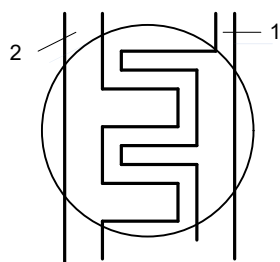

рис.3
- 1- система шин, нанесенная на основание клавиатуры (контактная площадка для рис.3 может быть из токопроводящей резины);